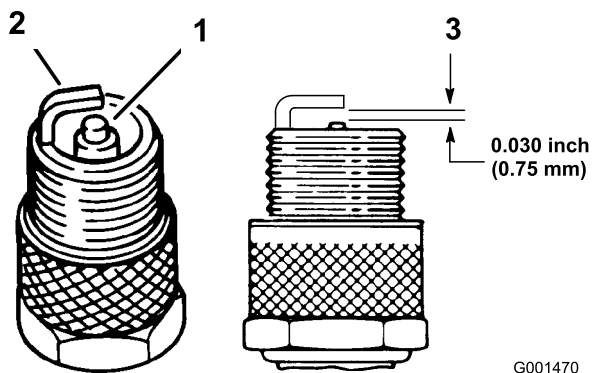

Figura 28
1. Mire la parte central de las bujías (Figura 28). Si se observa un color gris o marrón claro en el aislante, el motor está funcionando correctamente. Si el aislante aparece de color negro, significa que el limpiador de aire está sucio.
2. Compruebe la distancia entre los electrodos central y lateral (Figura 28). Si la distancia no es correcta, doble el electrodo lateral (Figura 28).
3. Conecte los cables a las bujías (Figura 28).